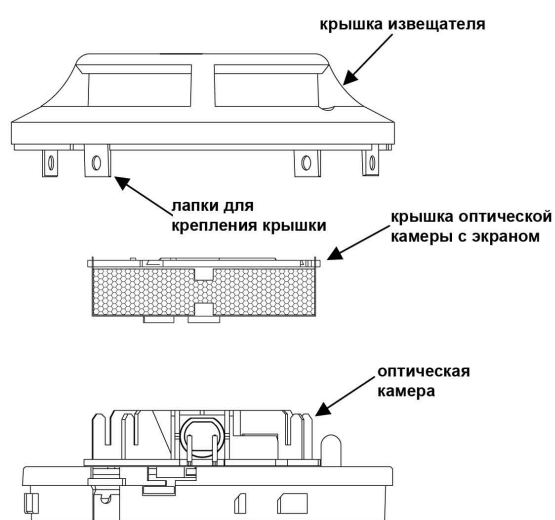

Рис.18 Извещатель 7251 со снятой крышкой
1. Снимите переднюю крышку блока аспирационного извещателя с помощью специального ключа, поместите магнит M02-24 (в комплект поставки не входит) рядом с дымовым лазерным извещателем 7251 на расстоянии примерно 2 см от светодиода. В этом месте на верхней стороне крышки 7251 имеется 2-х миллиметровая выпуклая риска (рис.18). Удерживайте магнит в данном положении в течение некоторого промежутка времени.
3. Снимите крышку извещателя, для чего при помощи маленькой отвертки с плоским шлицем осторожно ослабьте каждую из четырех лапок, которые удерживают крышку на своем месте (рис. 18).
5. Снимите крышку оптической камеры с экраном извещателя, осторожно сдвигая его вертикально вверх (рис.18).